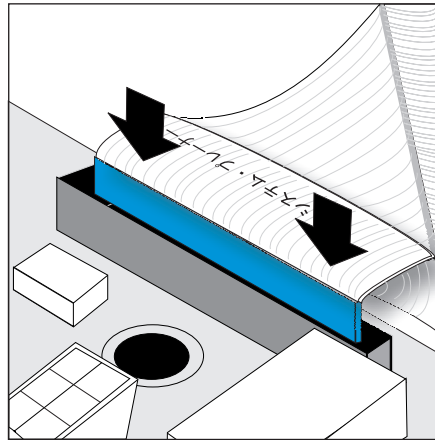

図 91. SAN ボリューム・コントローラー 2145-4F2 のシステム・ボードにサービス・コントローラー・カード・ケーブルを取り付ける方法
11. ケーブルを再び取り付けるには、ケーブルがまっすぐに装着されるように注意して、システム・ボードにリボン・ケーブルの一端（「システム・プレーナー」のマークが付いている）を慎重に取り付けます。405 ページの図 91 を参照してください。